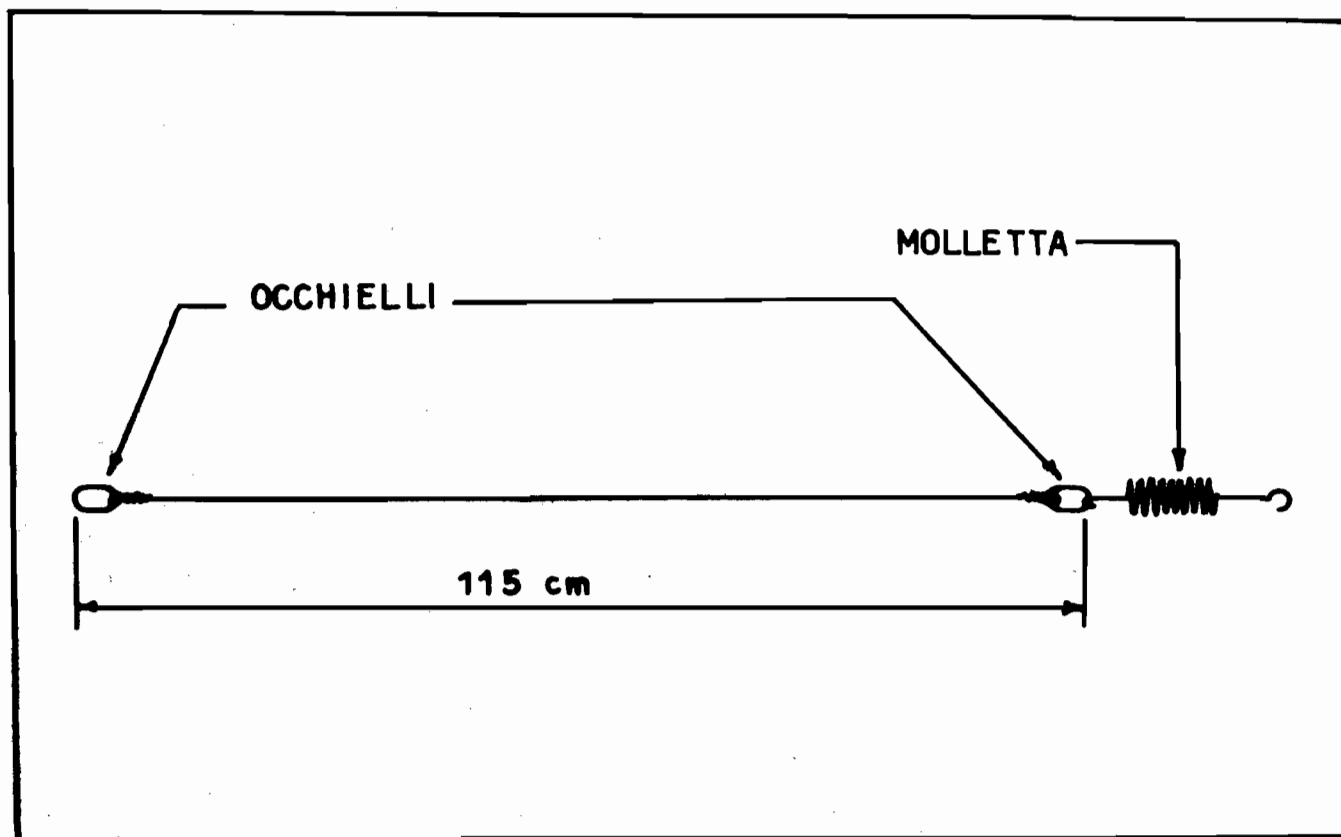

Fig. 8
b) - preparare la cordina con due anelli (come da fig.8) in modo da raggiungere l'esatta misura di 1150 millimetri -
- (veda la fig.8 della lezione pratica n° 38 MF).